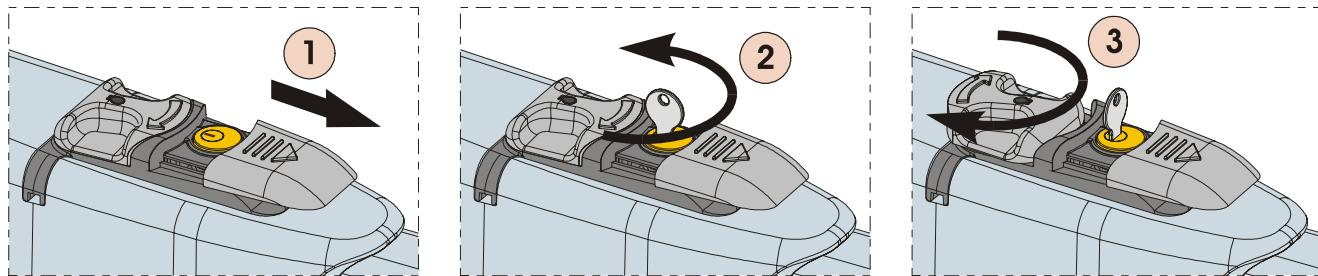

Abb. 26
- 2) Die Schutzaube – Abb. 26/1 – gleiten lassen.
- 3) Den Schlüssel einstecken und um 90° drehen, Abb.26/2.
- 4) Zur Freigabe des Antriebs den Bedienhebel um 180° in Richtung des auf dem Freigabesystem angegebenen Pfeils drehen, Abb. 26/3.